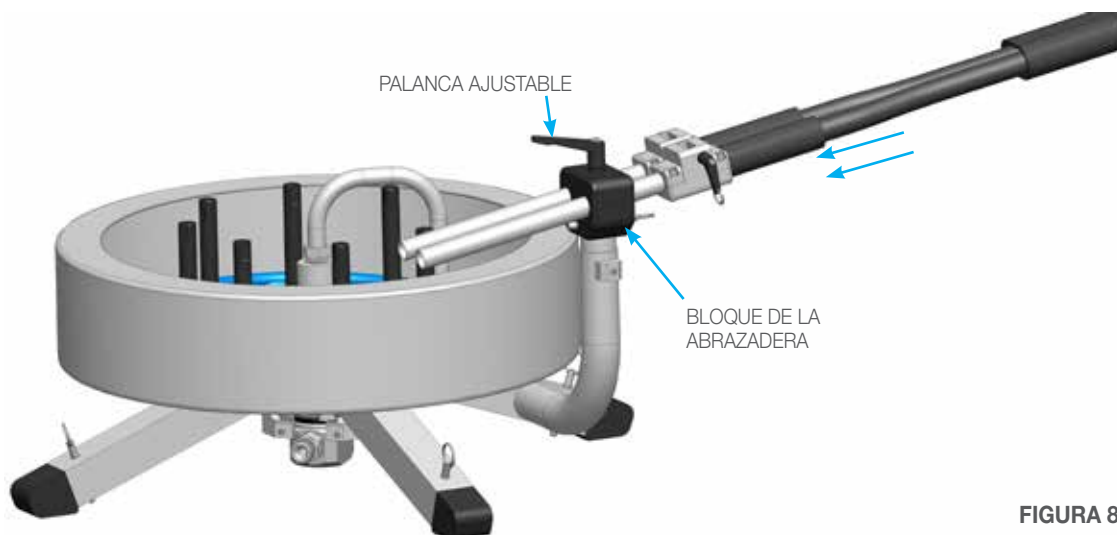

FIGURA 8
2. Afloje la palanca ajustable del bloque de la abrazadera e inserte los tubos guía. Apriete a mano la palanca ajustable (**Figura 8**).